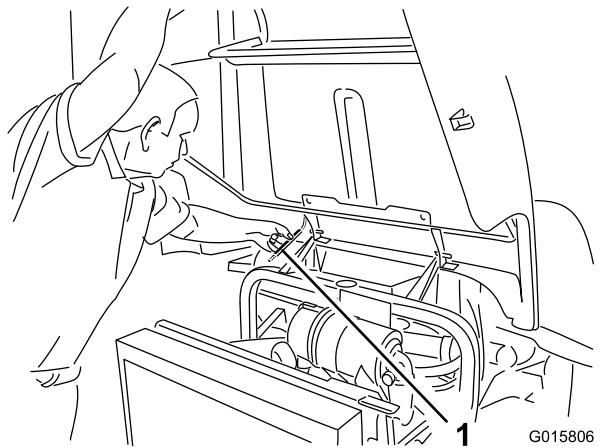

図 38
2. フレームチューブの下に支え棒が入る高さまでフードを持ち上げる図 38。